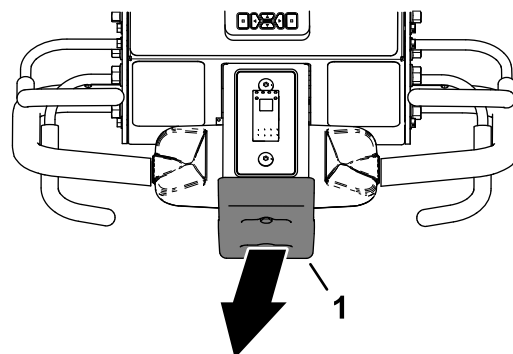

Figura 92
2. Afaste-se do interruptor de paragem de emergência (Figura 92).